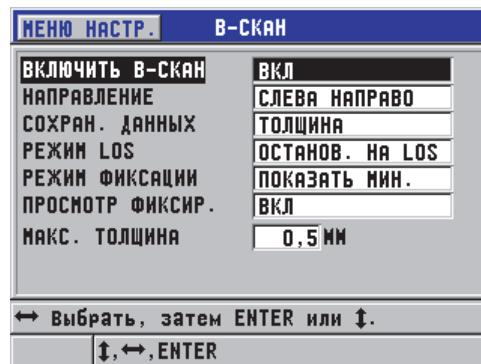

Рис. 9-4 Изменение параметров В-скана
В-скан можно настроить в окне **В-СКАН** (см. Рис. 9-4 на стр. 170), доступное при нажатии **[SETUP]** и выбора меню **В-СКАН**.
1. В окне В-СКАН (см. Рис. 9-4 на стр. 170) установите СОХР. ДАННЫХ на ТОЛЩИНА + В-СКАН.